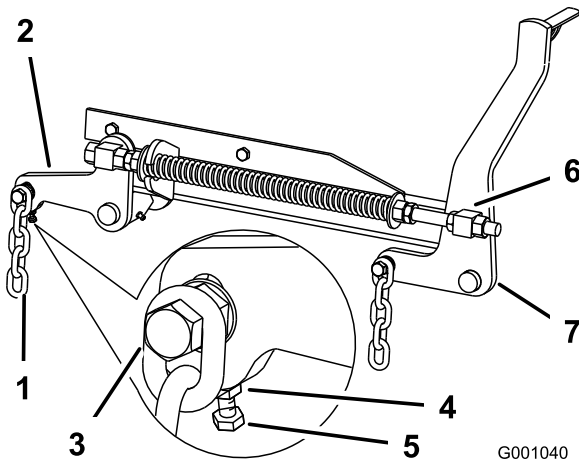

Bild 81
7. Wenn die Werte an den Stellen **B** oder **C** falsch sind, lösen Sie die Schraube, mit der die hintere Kette am hinteren Stützarm befestigt ist (Bild 81).
8. Lösen Sie die Klemmmutter unter dem hinteren Stützarm und stellen Sie die Einstellschraube so ein, dass Sie einen Wert von 79 bis 83 mm erhalten) (Bild 81).
7. Lösen Sie die Klemmmuttern der vorderen Drehzapfen, vorne am rechten und linken Drehzapfen, um ungefähr 13 mm (Bild 81).
8. Stellen Sie die Hubmuttern auf der linken und rechten Seite der Maschine ein, um einen Wert zu erzielen, der vorne an Stelle A um 6 bis 10 mm niedriger ist als hinten an Stelle **B** (Bild 81).